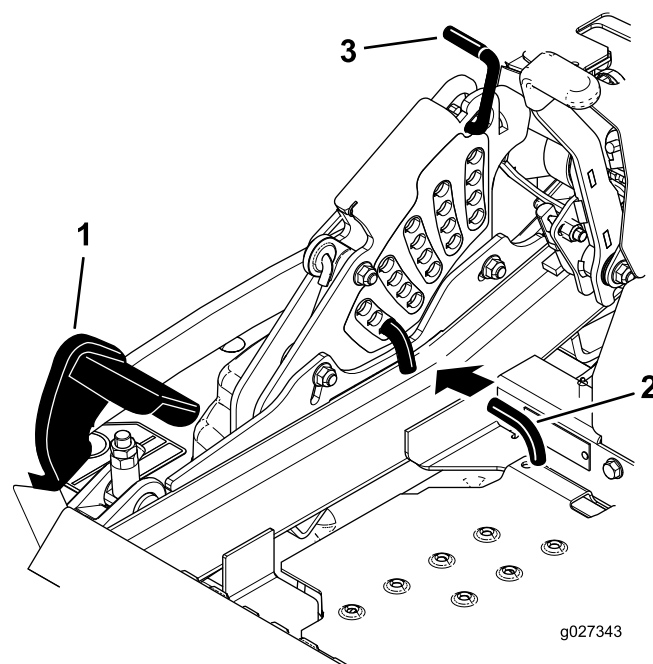

Figure 27
2. Appuyez sur la pédale de relevage du plateau avec le pied et relevez le plateau en position de transport (qui est aussi la position de hauteur de coupe de 140 mm) ; voir Figure 27.
3. Pour changer de hauteur de coupe, tournez la goupille de 90 degrés retirez-la du support de hauteur de coupe (Figure 27).
4. Placez l'axe de chape dans le trou du support correspondant à la hauteur de coupe voulue (Figure 27).